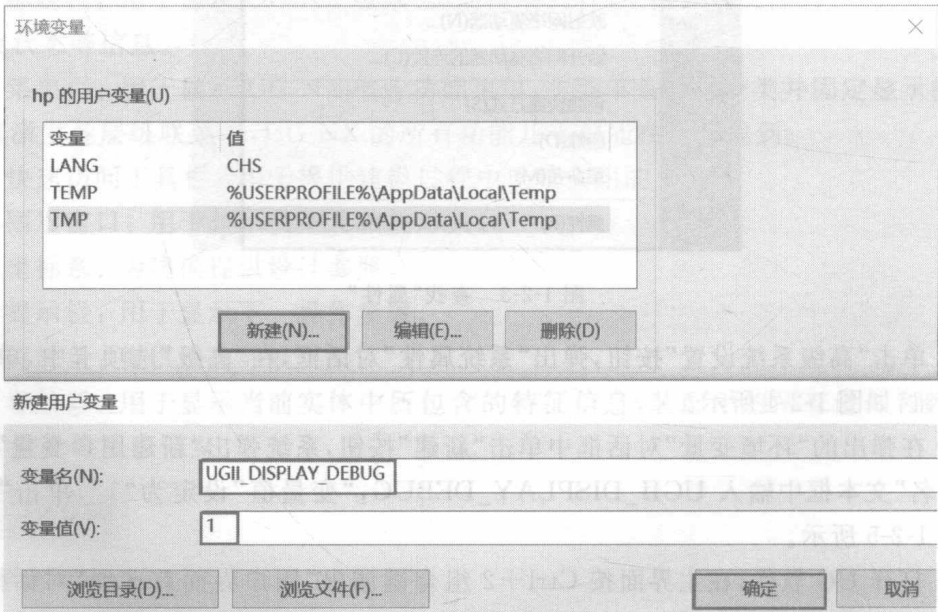

图 1-2-5 “环境变量”和“新建用户变量”对话框
(3) 在弹出的“环境变量”对话框中单击“新建”按钮，系统弹出“新建用户变量”对话框。在“变量名”文本框中输入 UGII\_DISPLAY\_DEBUG，“变量值”设定为“1”，单击“确定”按钮，如图 1-2-5 所示。